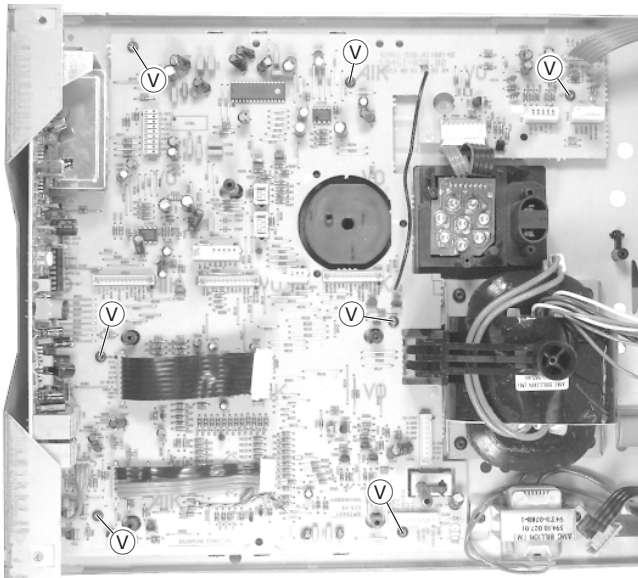

Fig. 10
- 7 Schrauben (V) (Fig. 10) herausschrauben.
- Undo 7 screws (V) (Fig. 10).